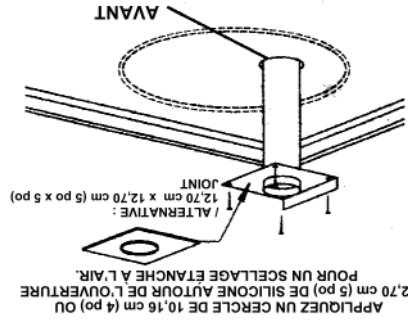

FIGURE 10.
3. Insérez l'assemblage du conduit tel qu'illustré dans la Figure 10 avec le rebord vers l'avant, et en n'utilisant que des clous, fixez l'assemblage du conduit au plancher.